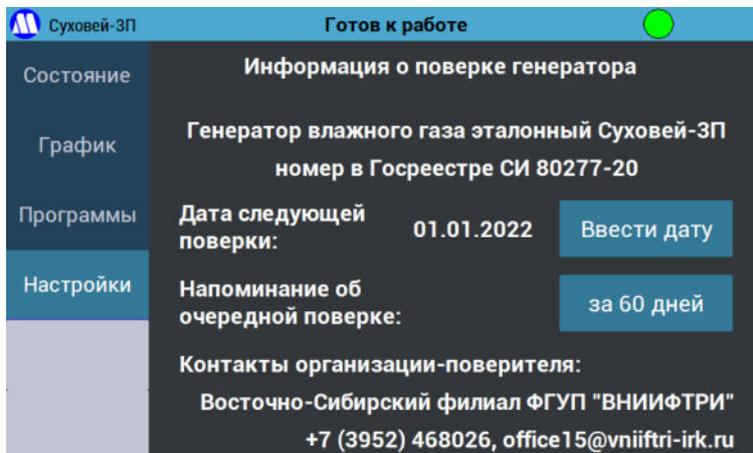

Рисунок 22 – Экран «Информация о поверке генератора».
7.2.10.5. Кнопка «**Информация о проверке генератора**» отображает экран (Рисунок 22), на котором указано полное наименование генератора, его номер в Федеральном информационном фонде по обеспечению единства измерений, контакты организации-поверителя (на момент разработки настоящего документа – единственного в России, который имеет право осуществлять поверку